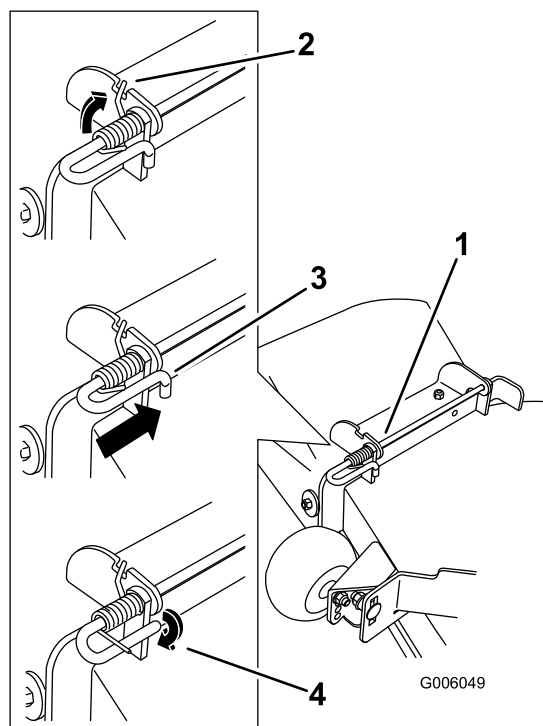

Bild 70
- Heben Sie das lange Ende der Feder an und setzen es in die Kerbe an der Ablenkblechhalterung (Bild 70).
- Befestigen Sie die Stange und Feder, indem Sie diese so drehen, dass das kurze Ende der Stange hinter die vordere Halterung passt, die an das Mähwerk geschweißt ist (Bild 70).